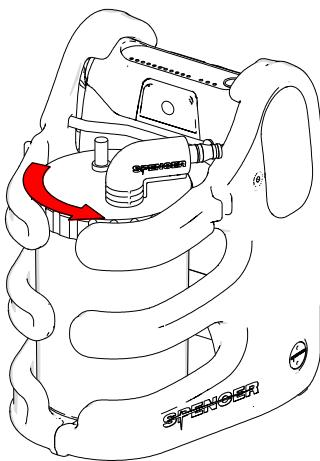

Fig. 9
1. Ligue o frasco ao conjunto filtro (nº 5 no ponto 3.2), colocar o recipiente no seu apoio (fig.9 ).